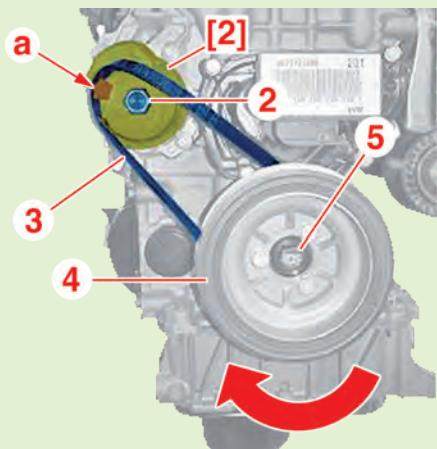

Fig.3
- Mettre en place l'outil [2] sur la vis (2) de la poulie de pompe à eau (Fig.3).
- Engager la courroie de pompe à eau neuve (3) sur la poulie de vilebrequin (4).